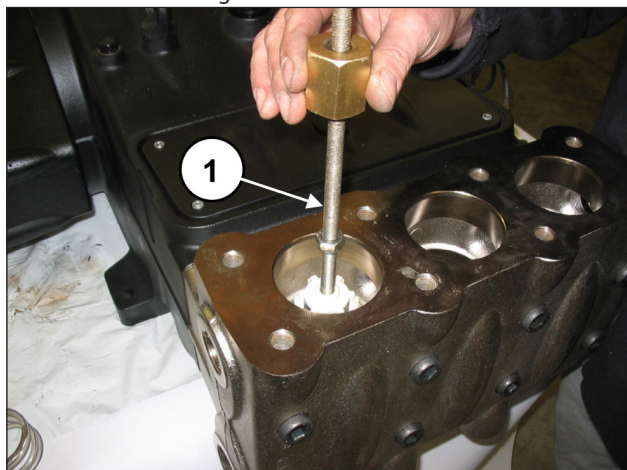

Abb. 103
Entfernen Sie die Druckventilgruppe mithilfe eines Abziehers mit Schlagwerk (Art. 27516400) an der Bohrung M10 der Ventilführung (Pos. ①, Abb. 103) oder, zusätzlich, eines eventuellen Adapters M10-M16 (Art. 25089700) am Gewinde M16 der Ventilführung.